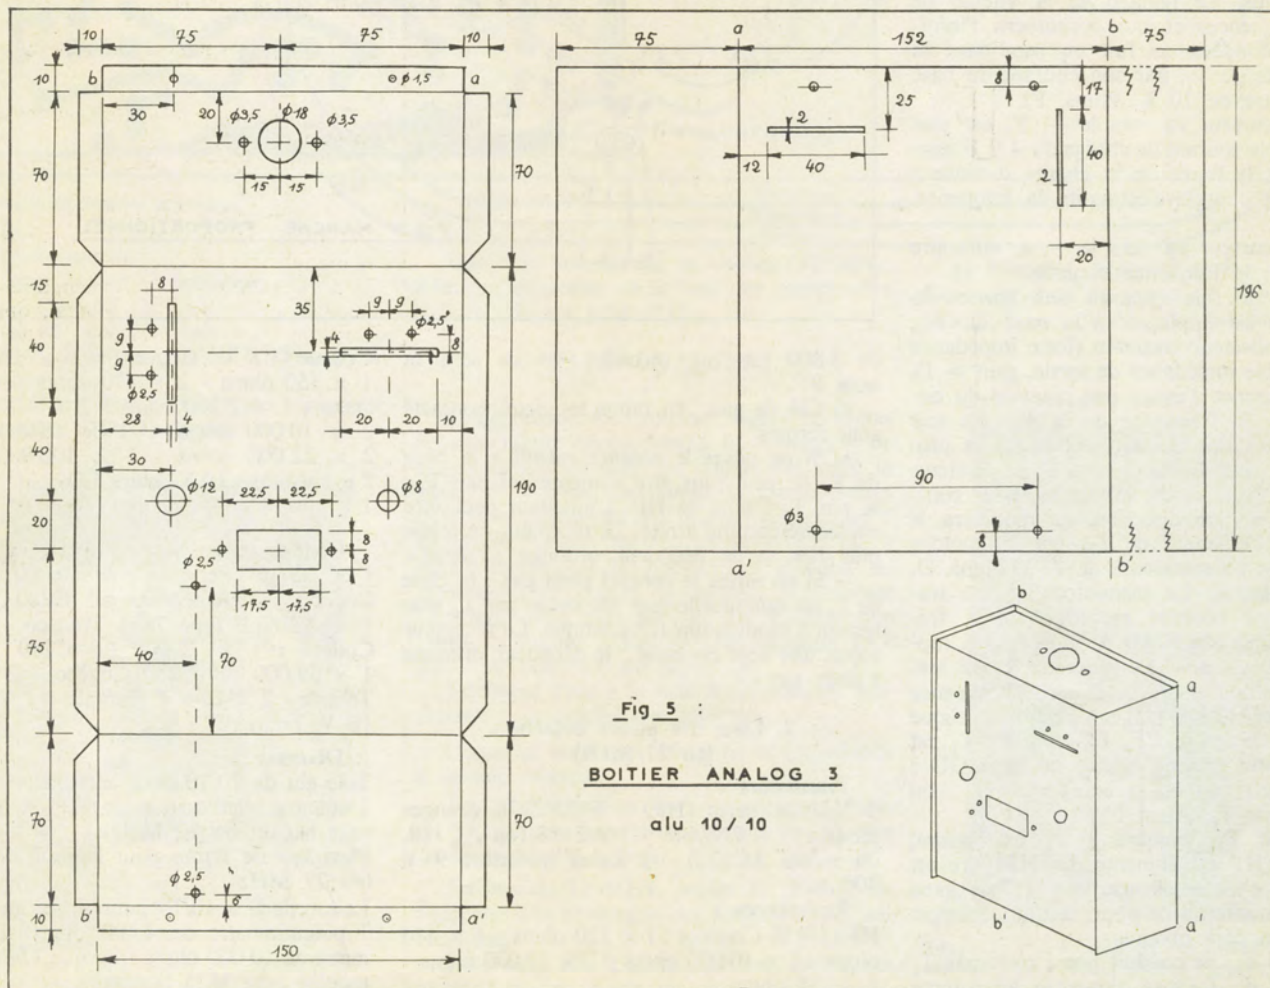

Fig 5 :
a) **Le boîtier.** On trouvera, figure 5, toutes les indications nécessaires à la réalisation de cet important élément. En comparant avec la photo n° 1 vous constaterez certaines petites différences provenant de l'utilisation en figure 5 d'une clé Reuter, au lieu de la grosse clé à lames visible sur la photo. Par ailleurs, les dimensions proposées permettent d'alimenter l'émetteur avec trois piles de 4,5 V, beaucoup moins coûteuses à l'achat que les deux 6 V 500 mA Voltabloc du prototype.